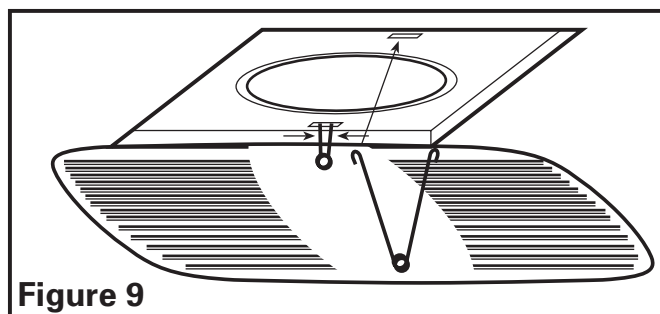

Figure 9
2. Installer la grille en pressant ensemble les deux extrémités des ressorts et en les installant dans les fentes du châssis du ventilateur. Pousser la grille en position (**Figure 9**).